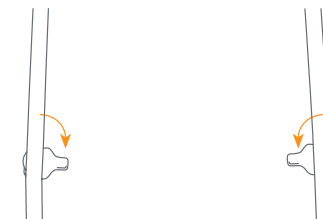

Fig. 15a
- Put the stroller seat in the full recline position, See (Fig. 13). Turn car seat support tabs on the stroller frame (Fig 15a).
- Coloque el asiento del carrito en la posición completamente reclinada, Vea (Fig. 13). Luego gire las lengüetas del armazón del carrito (Fig. 15a).